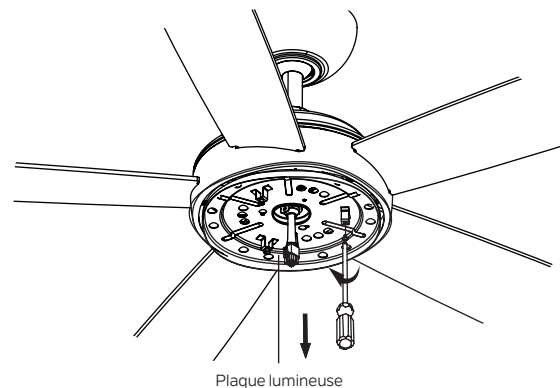

Fig. 18
Étape 1. Retirez l'une des trois vis de la plaque lumineuse et conservez-la pour une utilisation ultérieure, desserrez légèrement les autres vis restantes. (Fig. 18)